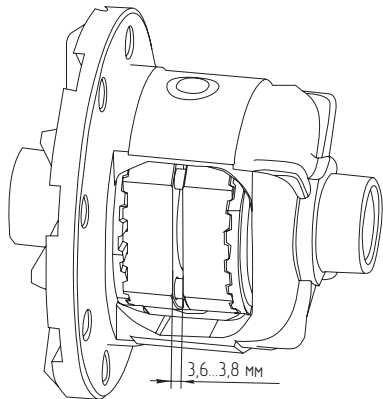

Рис. 5
14. Используя набор плоских щупов, измерьте зазор между муфтами как показано на **Рис.5**. Зазор должен составлять от 3,6 до 3,8 мм.